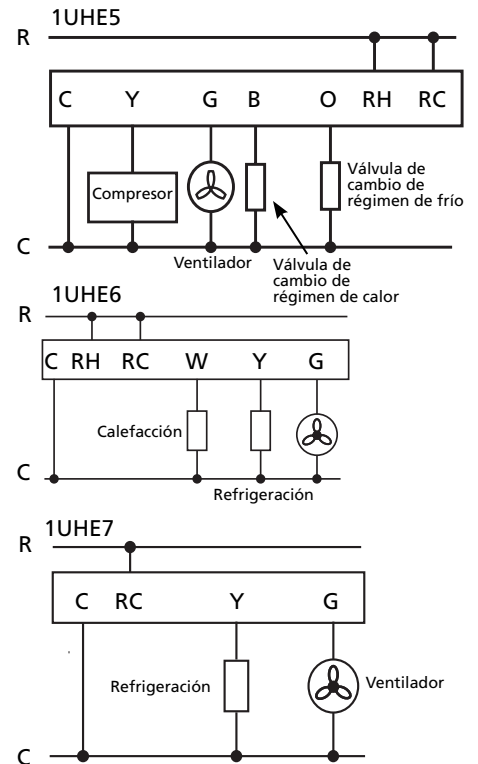

Figura 7 - Diagramas del Cableado
1. Conecte los cables eléctricos a los terminales correspondientes en el bloque de terminales observando el diagrama de circuito dentro de la cubierta superior de la unidad. Consulte la Figura 7.